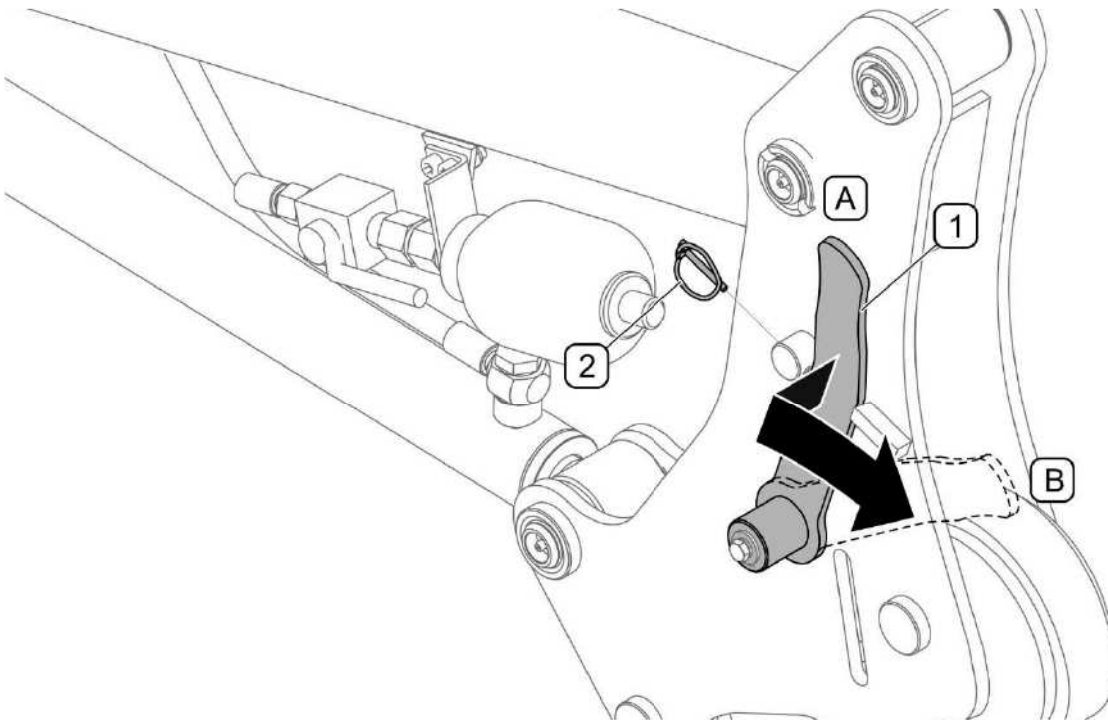

РИСУНОК 4.26 Отсоединение стрелы от несущей рамы
- вынуть страховочную чеку (2), (РИСУНОК 4.26);
- отклонить рычаг (1) замка быстрой сцепки и переставить его назад в положение (B) (РИСУНОК 4.26),